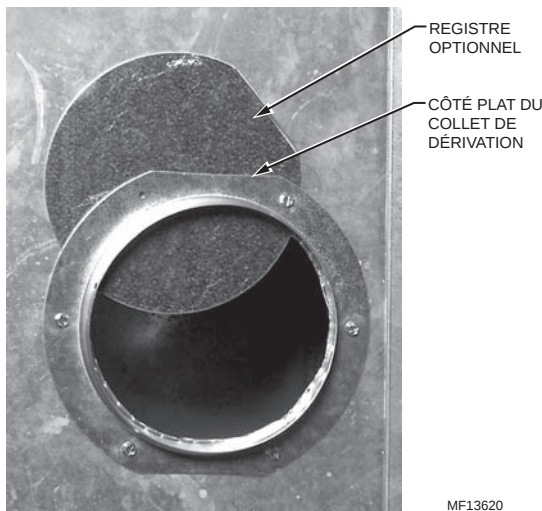

Fig. 8. Montage du collet de dérivation (Registre optionnel illustré).
1. Placer le collet de dérivation de 15 cm (6 po) sur la gaine de façon que les six trous de montage soient positionnés sur la gaine. (Si le registre est installé, il est recommandé de placer le côté plat du collet vers le haut.) Voir la figure 8.